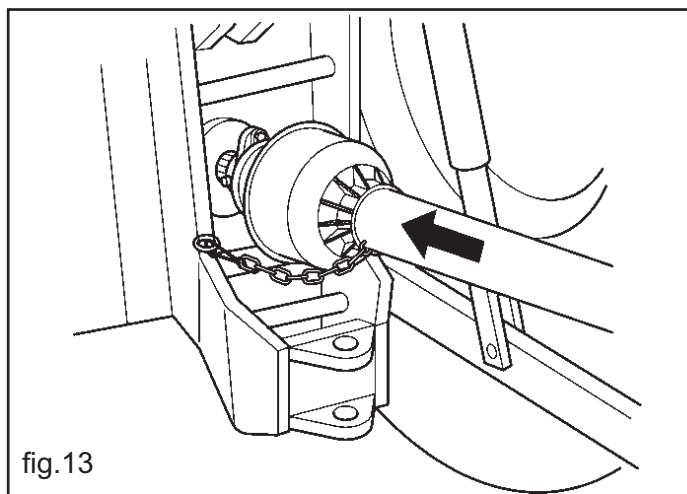

fig.13
- 5) Innestare l'albero cardanico e assicurarsi che sia perfettamente bloccato sulla presa di forza (fig.13). Verificare che la protezione ruoti liberamente e fissarla con l'apposita catenella.